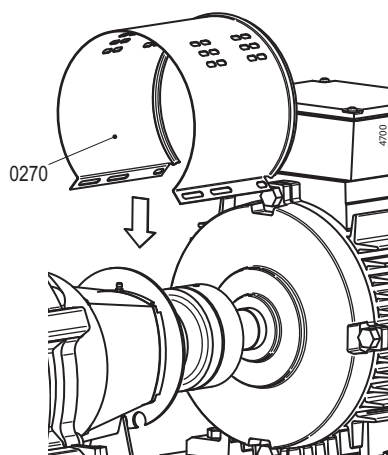

Figura 13: Instalação da cobertura do lado do motor.
- 2 Remova ambos os revestimentos (0270). Consulte a figura 13.